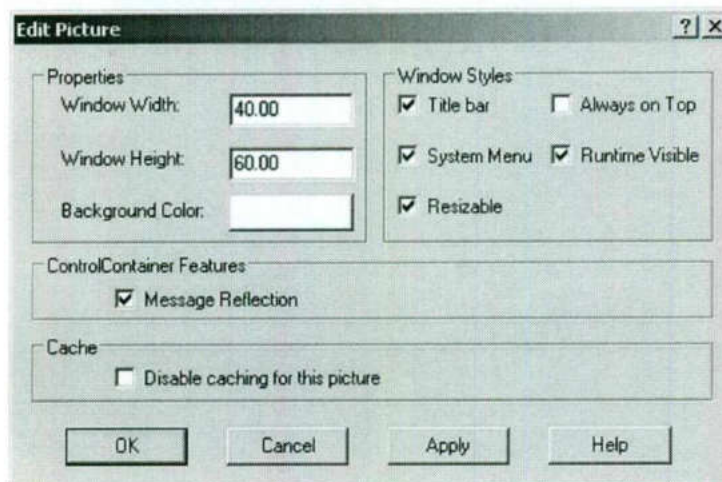

Figura 6-6: Cuadro de Texto Picture
- vea el ejemplo de la figura 6-6